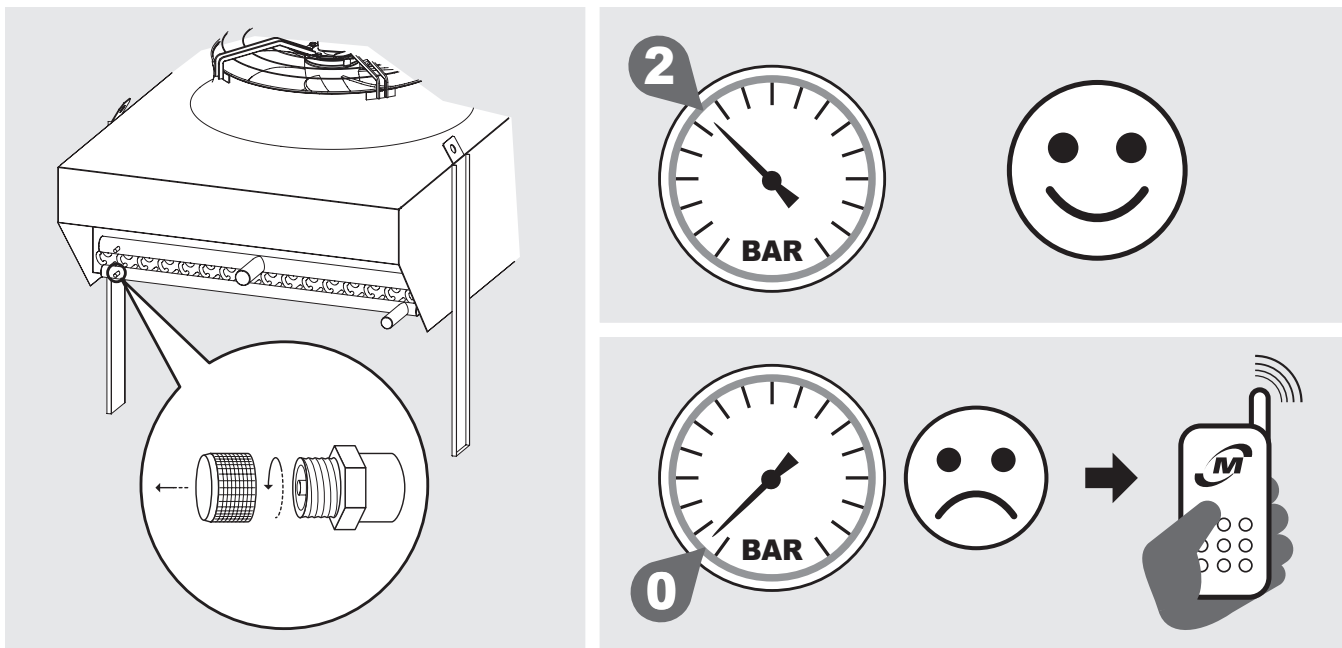

Abbildung 2
- 4.2 Die Verflüssiger (KCEK) und Gaskühler (KCES) werden mit einer 2 bar Trockenluftvorspannung geliefert und haben 1/4" SAE Füllanschlüsse. Überprüfen Sie das Vorhandensein von Druck, liegt kein Druck vor, sofort Modine kontaktieren und das Problem auf dem Transportdokument vermerken. Mangelnder Druck deutet auf eine Leckage aufgrund einer Beschädigung während des Transports hin. Siehe Abbildung 2.